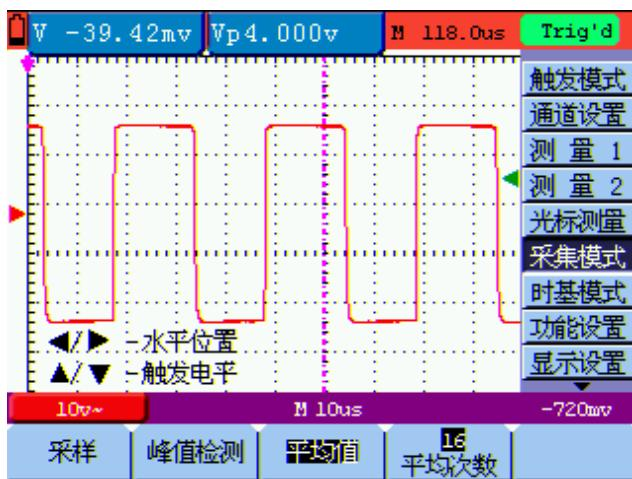

图 12：平均值采样方式
3. 按 F3 键，选择 平均值，再按 F4 键，选择 平均次数 16 次。这时会平均 16 次测量结果显示。见图 12：